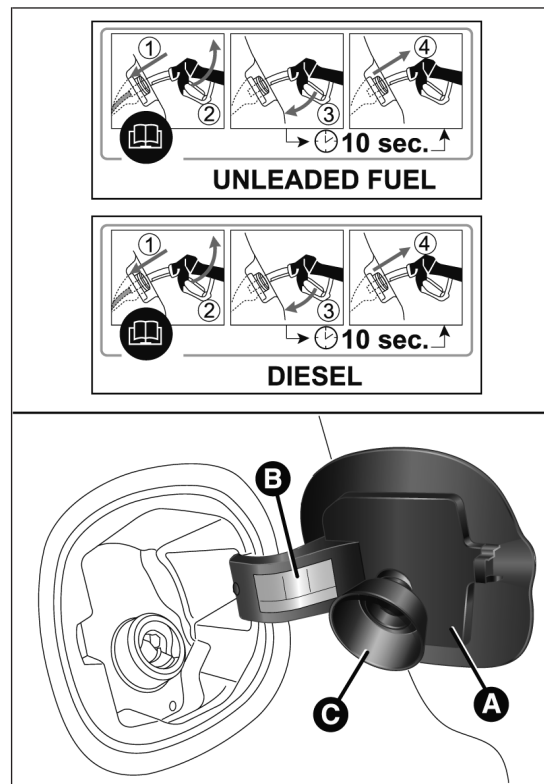

fig. 126
La procédure de ravitaillement décrite ci-après est illustrée sur la plaquette B fig. 126 placée à l'intérieur de la trappe à carburant. La plaquette reprend aussi le type de carburant (UNLEADED FUEL = essence, DIESEL = gazole).
- ouvrir la trappe A fig. 126 en la tirant vers l'extérieur ;
La trappe A fig. 126 est munie d'un soufflet cache-poussière C qui, trappe fermée, empêche tout dépôt d'impuretés et de poussière sur l'extrémité du goulot.